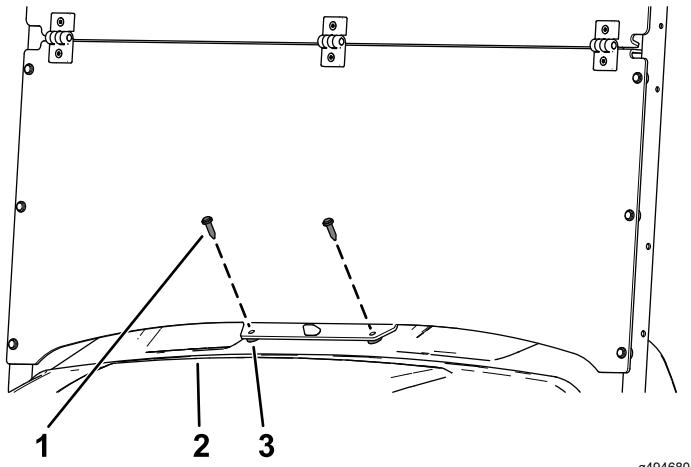

Figure 10
6. Fixez le bas de la partie inférieure du pare-brise à la planche de bord à l'aide de 2 entretoises en plastique et 2 longs rivets en plastique (Figure 10).